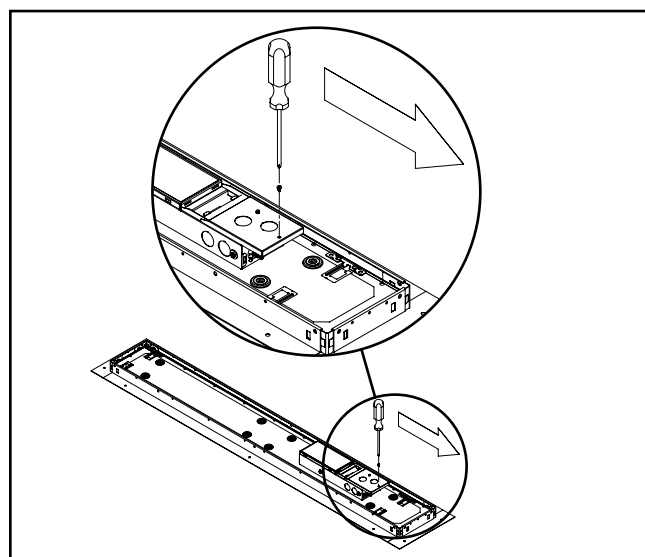

Figure 1.
3. Trouvez le couvercle de la boîte de jonction du luminaire et faites-le glisser pour le retirer (Figure 1).